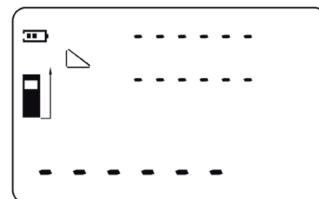

Abb. 16
1. Die Modus-Taste 4 betätigen, um in den Modus für einfache Pythagorasfunktions-Messung zu gelangen (Abb. 16).